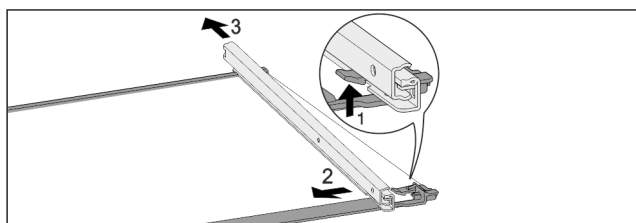

Fig. 40 Staklena ploča s vodilicama
- ▶ Prednji uskočnik pritisnite prema gore. Fig. 40 (1)
- ▶ Izvlačnu vodilicu povucite u stranu Fig. 40 (2) i prema natrag Fig. 40 (3).